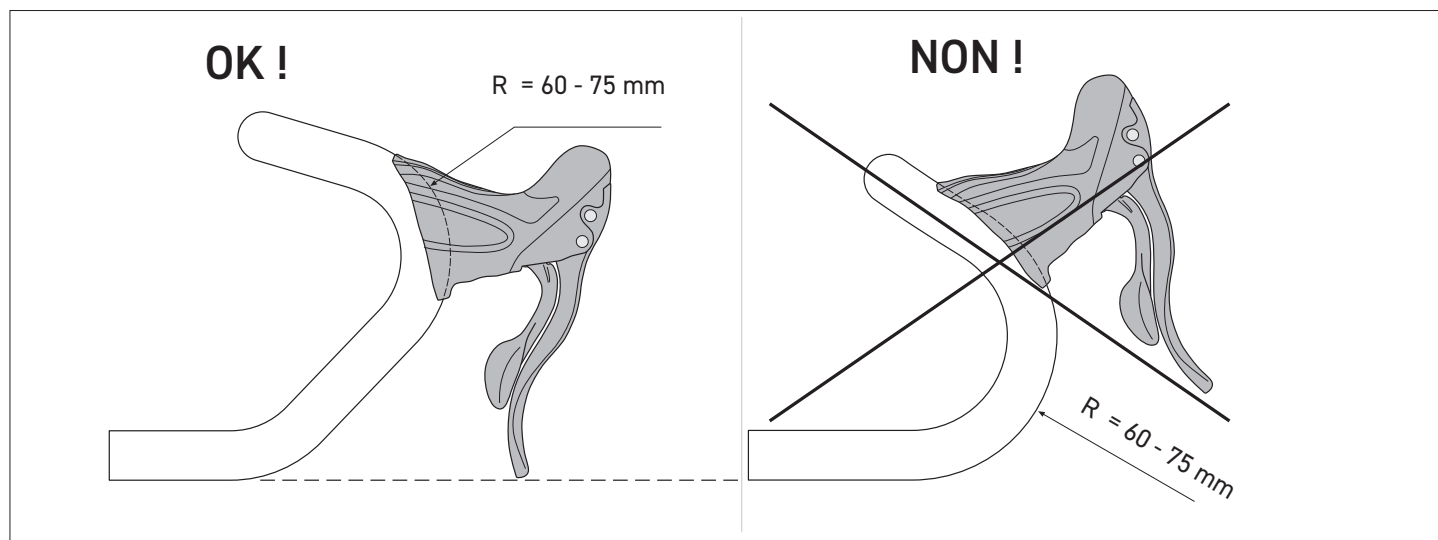

Fig.1
- Ne pas loger la partie supérieure de la poignée dans le tronçon rectiligne du guidon (Fig. 1).
- Loger la poignée dans le tronçon courbe avec  $R = 60 - 75$  mm et diamètre = 23,8 - 24,2 mm (y compris l'éventuelle ovalisation) pour assurer une fixation plus efficace (Fig. 1).